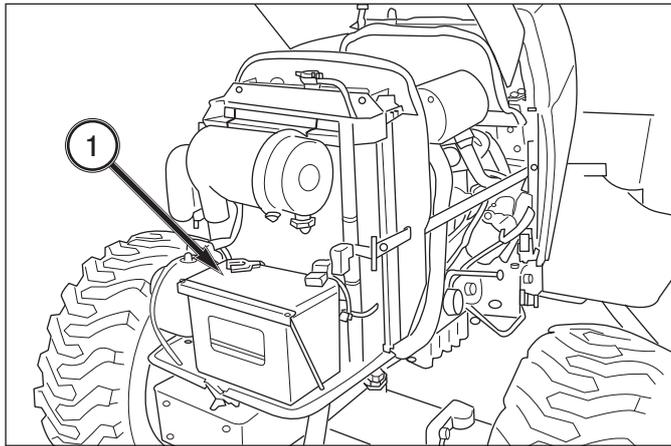

FIG. 6-26
**FIG. 6-26:** La batterie, 1, est située sous le capot moteur à l'avant du radiateur. Si la batterie a besoin d'un petit entretien ou d'une recharge, il est recommandé de déposer les capots latéraux pour avoir accès à la batterie.